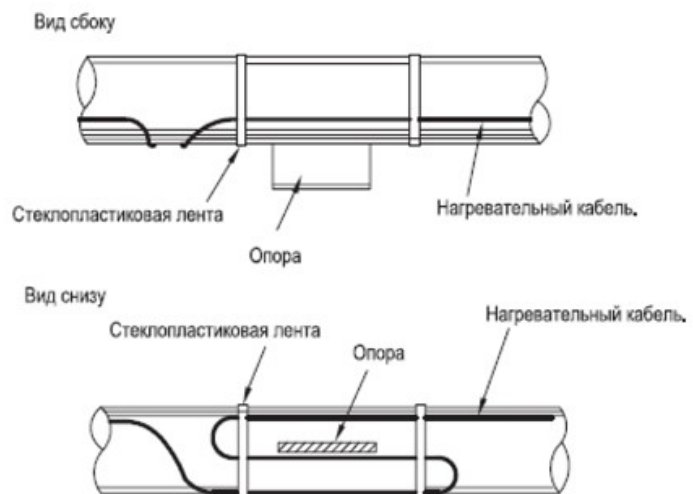

Рис. 7
- кронштейн крепления, фланец. Увеличивает потери тепла, поэтому рядом с ним необходимо сделать петлю из кабеля (рис. 7, 8).